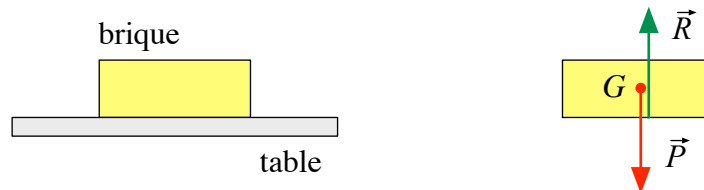

FIGURE 8 – La brique soumise à deux forces est en équilibre
**Exemple 1.1** Une brique posée sur une table est en équilibre (figure 8). Considérons uniquement les forces qui s'appliquent à la brique : son poids  $\vec{P}$ , vertical et appliqué en  $G$ , et la réaction  $\vec{R}$  de la table.